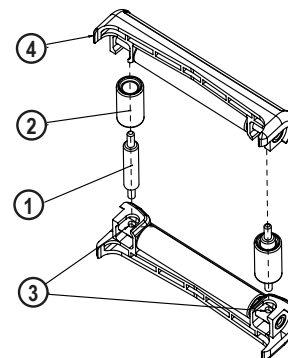

Fig. 16
4. Now take the short axes (2) (fig. 16) to go through the short rollers (1) (fig. 16) and use these components to join both preassembled components made in the previous step (4) (fig. 16). For doing this, manually exert pressure to introduce the short axes pins, in the long axes holes (3) (fig. 16).
4. Ta nu de korta axlarna (2) (fig. 16) för att gå igenom de korta rullarna (1) (fig. 16) och använd dessa komponenter för att kombinera de förmonterade delarna som gjorts i föregående steg (4) (fig. 16). För att göra detta, applicera manuellt tryck för att införa de korta axlarna i de långa axlarna (3) (fig. 16).
- Loosen the four casing bolts (5) (fig. 16). At this point, you can take apart both casing sides (6) (fig. 16). Keep the casing to be able to assemble it again later.
- Lossa de fyra höljebultarna (5) (fig. 16). Vid denna tidpunkt kan du ta bort båda höljets sidor (6) (fig. 16). Behåll höljet för att kunna montera det igen senare.